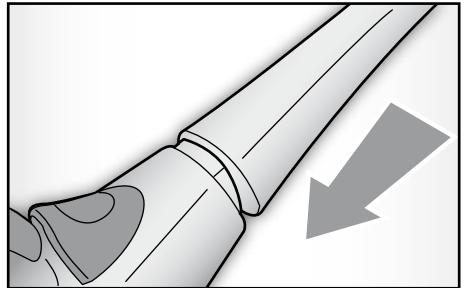

Fig. 3
- assemblare il manico superiore (M) al corpo dell'apparecchio (S), premendolo con cautela fino a battuta (Fig. 3);